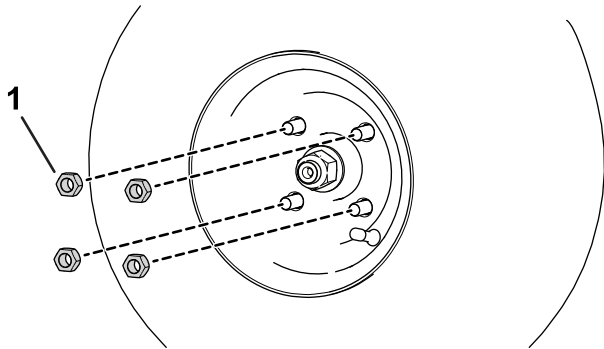

Figura 57
- A. Allentate e rimuovete i dadi a staffa delle ruote (Figura 57).
- B. Montate i dadi a staffa delle ruote (Figura 57).